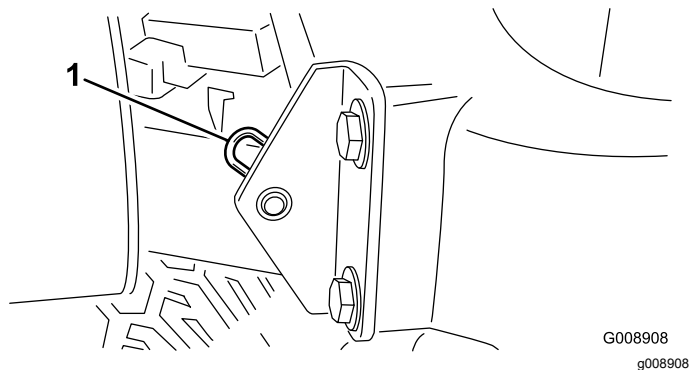

Bild 39
2. Entfernen Sie den Splint, mit dem das Gelenk der Motorhaube an den Befestigungshalterungen befestigt ist (Bild 39).